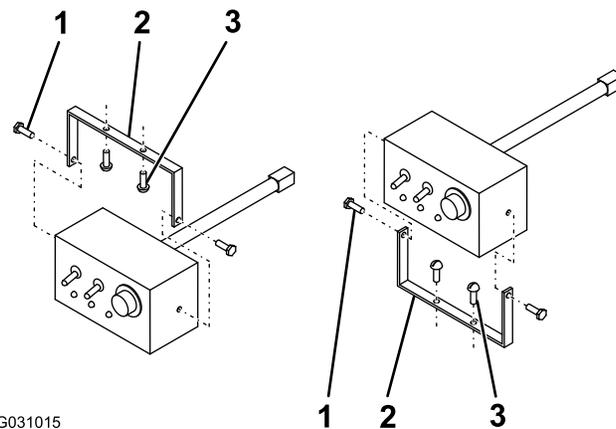

Figure 13
1. Enlevez le support de fixation du contrôleur (Figure 13).
2. Fixez le support au véhicule à l'aide de 2 vis à tête (Figure 13).